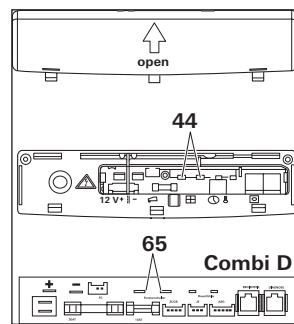

Bild 3
#### – Bild 3: Truma Combi (D):
#### – Fig. 3: Truma Combi (D):
– **Figure 3 : Truma Combi (D) :**